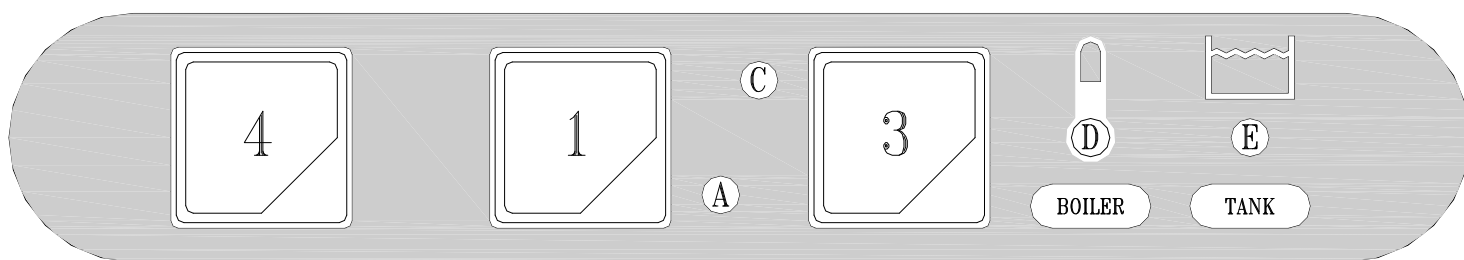

Fig. 3-2
- A riempimento avvenuto, aprire la porta (I) e introdurre il detersivo (ca. 2 gr. per litro di capacità della vasca). Inserire il cesto (L) carico e chiudere la porta (I). Selezionare il ciclo di lavaggio inserendo il pulsante (4): ciclo breve (tasto premuto) – ciclo lungo (tasto rilasciato). A questo punto premere il pulsante START (3) (almeno per 2 secondi) e avrà inizio il ciclo di lavoro visualizzato dalla lampada spia (C): la fine del ciclo coincide con lo spegnimento di questa spia. Per spegnere la macchina si dovrà disinserire l'interruttore (1) portandolo nella posizione (0) spia (A) spenta. (fig.3-2+3-3).
- When the water intake cycle is complete, open the door (I) and add detergent (about 2 g. per litre of tank capacity). Position the full basket (L) and close the door (I). Select the appropriate washing cycle by pressing button (4): short cycle (button pressed) – long cycle (button not pressed). Now press the START button (3) (at least for 2 seconds) and the wash cycle displayed by light (C) will start. When the cycle is over, this light goes out. To turn off the appliance, turn the switch (1) to 0. Light (A) indicates the appliance is off (fig.3-2+3-3).
- Nach erfolgter Füllung die Tür (I) öffnen und das Spülmittel einfüllen (ca. 2g/l Fassungsvermögen des Spülbehälters) Den gefüllten Geschirrkorb (L) einsetzen und die Tür (I) schließen. Das Programm durch Drücken des Druckknopfes (4) wählen kurzer Spülgang (Taste gedrückt) – langer Spülgang (Taste losgelassen). Nun die START-Taste (3) mindestens 2 Sekunden lang drücken, und das Spülprogramm beginnt, die Kontrolllampe (C) leuchtet auf und am Programmende erlischt die Kontrolllampe. Um das Gerät auszuschalten, muß der Schalter (1) auf die Position 0 gestellt werden, die Kontrolllampe (A) erlöscht (fig.3-2+3-3).
- Lorsque le remplissage est terminé, ouvrir la porte (I) et verser le détersif (environ 2 g pour chaque litre remplissant la cuve). Introduire le panier (L) plein et fermer la porte (I). Sélectionner ensuite le cycle de lavage en actionnant le bouton-poussoir (4) cycle court (touche enfoncée) – cycle long (touche relâchée). A ce stade, presser le bouton-poussoir START (3) (au moins 2 secondes) et le cycle de fonctionnement commencera, visualisé par la lampe-témoin (C). La fin du cycle coïncide avec l'extinction de ce voyant. Pour arrêter la machine, il faudra débrancher l'interrupteur (1) en le ramenant sur la position 0: lampe-témoin (A) (fig.3-2+3-3).
- Después del llenado, abra la puerta (I) y vierta el detergente (2 gramos aproximadamente por litro de capacidad de la cuba). Introduzca el cesto (L) carga y cierre la puerta (I). Seleccione el ciclo de lavado por medio del selector (4) ciclo breve (tecla pulsada) – ciclo largo (tecla soltada). Pulse ahora START (3) (al menos durante 2 segundos) para arrancar el ciclo de trabajo: se enciende la luz testigo (C), que se apagará al final del ciclo. Para apagar la máquina desconecte el interruptor (1): posición 0, luz testigo (A) apagada (fig.3-2÷3-3).